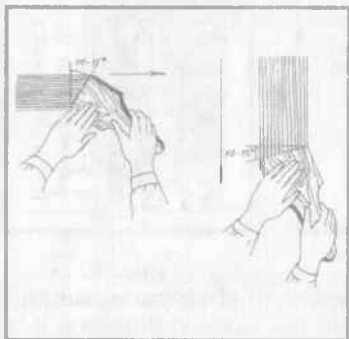

Рис. 1. Нанесення шпаклівки шпателем рухом зліва–направо та згори–донизу
1. Шпаклівку наносять на поверхню шпателем двома взаємно перпендикулярними рухами (рис. 1). Товщина шпаклівки має бути 1–1,5 мм.